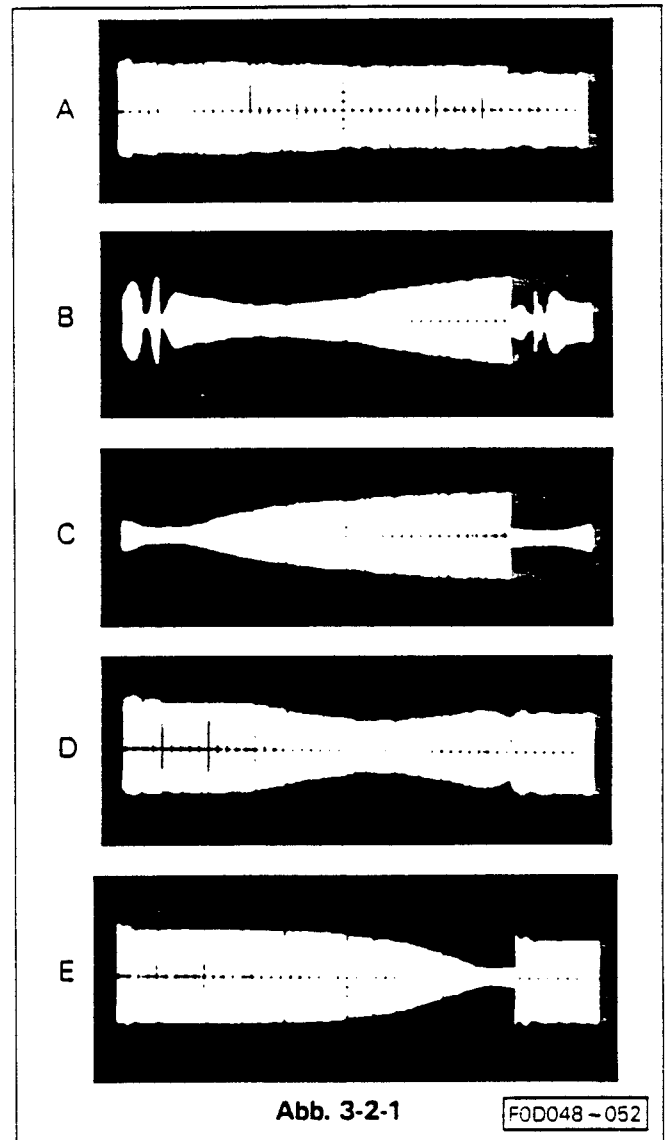

Abb. 3-2-1
#### 3-2-1 Einstellung der Umlenkrolle (siehe Abb. 3-2-1)
- C. Die FM Form sollte wie in Abb. 3-2-1 gezeigt vorhanden sein.
#### 3-2-3 Einstellung der Umlenkrolle Ablaufseite (siehe Abb. 3-2-1)